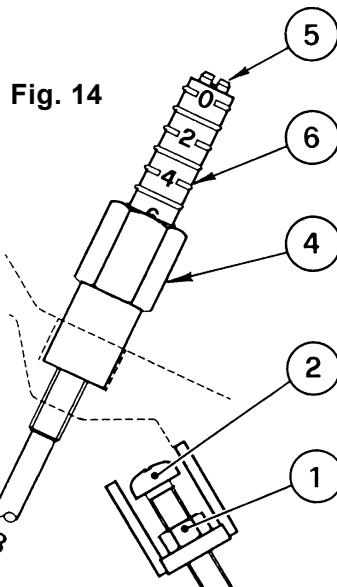

Fig. 14
Allentare il dado (1), agire sulla vite (2) e portare l'indice (3) sulla posizione desiderata. Quindi bloccare il dado (1), (vedi Fig. 14).
Allentare il dado (4), agire sulla vite (5) fino a portare l'indice (6) sulla posizione desiderata. Quindi bloccare il dado (4), (vedi Fig. 14).